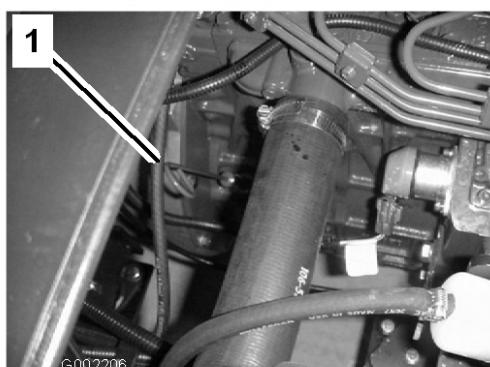

図 38
- 助手席の下にあるディップスティックを抜き、ウェスで一度きれいに拭く(図 38)。ディップスティックを、チューブの根元までもう一度しっかりと差し込む。ディップスティックを引き抜いて油量を点検する。
- オイル補給口のキャップを取り、所要量の約 80% のオイルを補給口から入れる（図 38）。